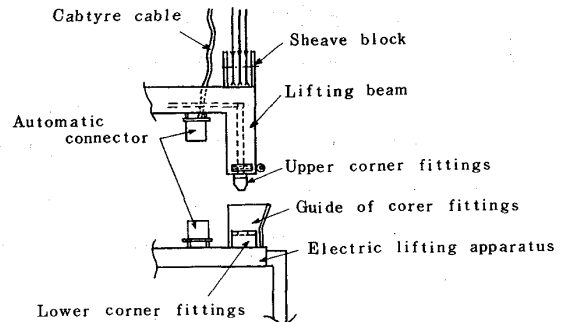

Fig. 2 Automatic combine mechanism
3.3 自動着脱機構により吊具の自動交換が可能 (Fig. 2)